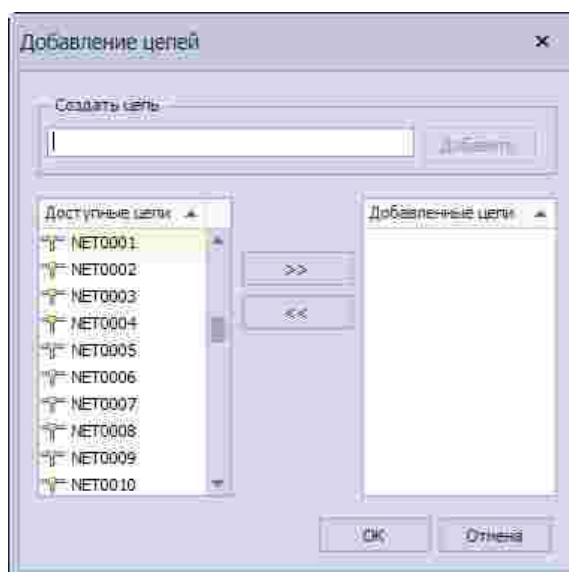

Рис. 138 Окно «Добавление цепей»
3. Нажать кнопку «Добавление цепей» – , расположенную в центре верхней части окна редактора, после чего на экране отобразится окно «Добавление цепей», см. Рис. 138.